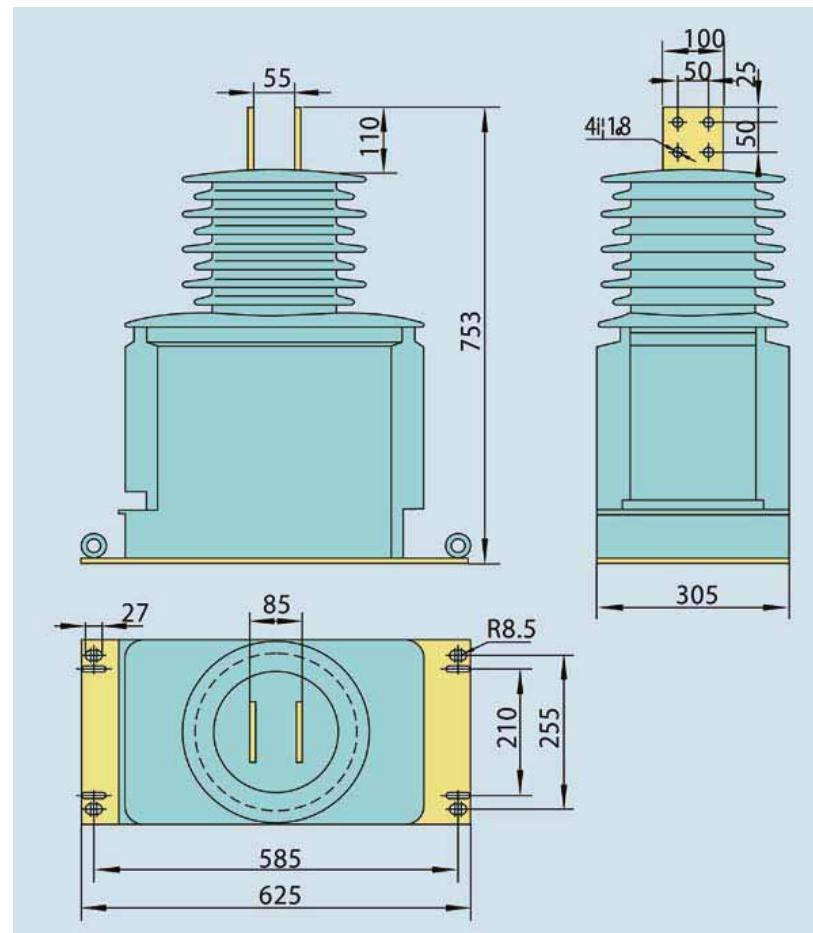

Рис. 6.1 Внешний вид и размеры трансформатора тока LZZBW-35B2
6. Внешний вид и размеры (см. рис. 6.1)